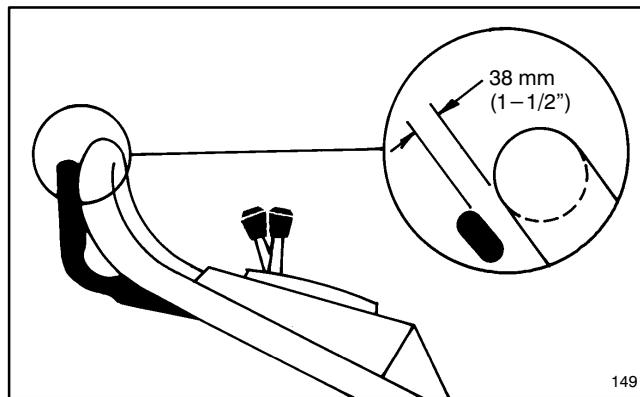

Abbildung 24
- Antriebshebel anheben, bis leichter Widerstand spürbar ist. Der Antriebshebel sollte bei optimaler Justierung etwa 3,5 cm vom Griff entfernt sein (Abb. 24).